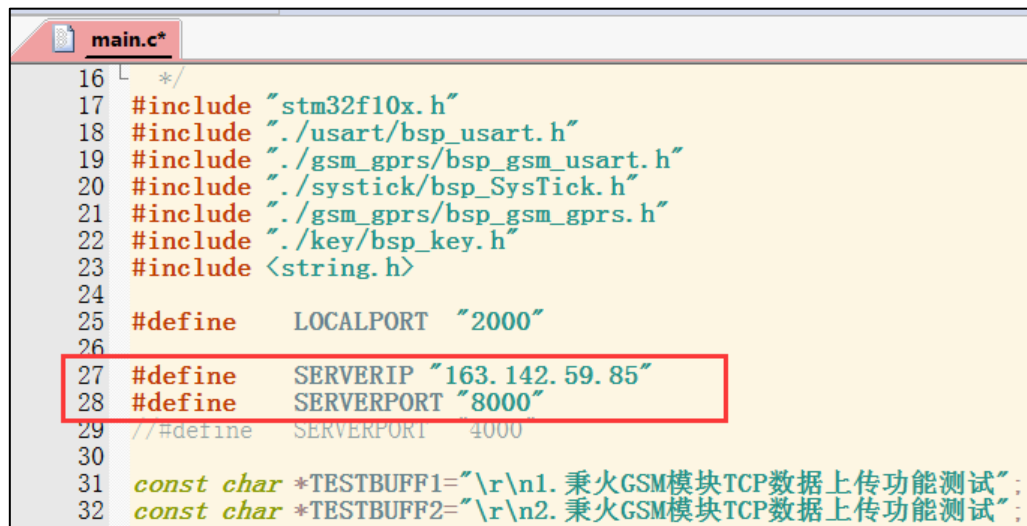

图 8-13 工程代码中配置要连接的服务器 IP 及端口号
- (4) 确保上述测试通过后，才可继续 GSM 模块的 GPRS 测试。按上述说明以“电脑 A”的方式配置好 DMZ 主机功能和网络调试助手，调试助手工作于“TCP Server”方式：
- (5) 按前面的硬件连接说明使用杜邦线连接好 STM32 开发板和 GSM 模块（连接串口和 GND），给模块插入电话卡，给模块供电；
- (6) 修改 GPRS_TCP 配套工程 main 文件中的服务器 IP 地址及端口号，服务器的 IP 即调试电脑的对公网 IP，见图 8-13；
- (3) 按前面的硬件连接说明使用杜邦线连接好 STM32 开发板和 GSM 模块（连接串口和 GND），给模块插入电话卡，给模块供电；
- (4) 修改 GPRS_UDP 配套工程 main 文件中的服务器 IP 地址及端口号，服务器的 IP 即调试电脑的对公网 IP，见图 8-13；